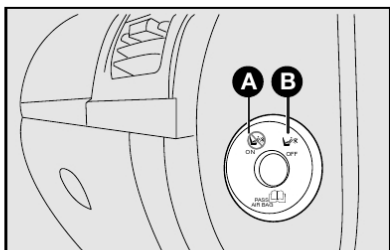

fig. 113
## Desativação do air bag frontal do lado do passageiro fig. 113 e 114
O interruptor tem duas posições A e B-fig. 113.
**A** - Air bag frontal lado do passageiro ativado: (posição **ON A-fig. 113**) com lâmpada-piloto no quadro de instrumentos apagada.
**B** - Air bag frontal do lado do passageiro desativado: (posição **OFF B-fig. 113**) com lâmpada-piloto no quadro de instrumentos acesa.